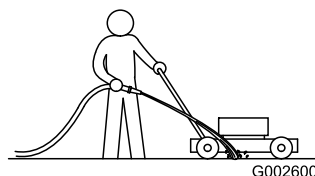

Figura 17
3. Con el motor en marcha y la cuchilla engranada, dirija un chorro de agua por delante de la rueda trasera **derecha** (Figura 17).